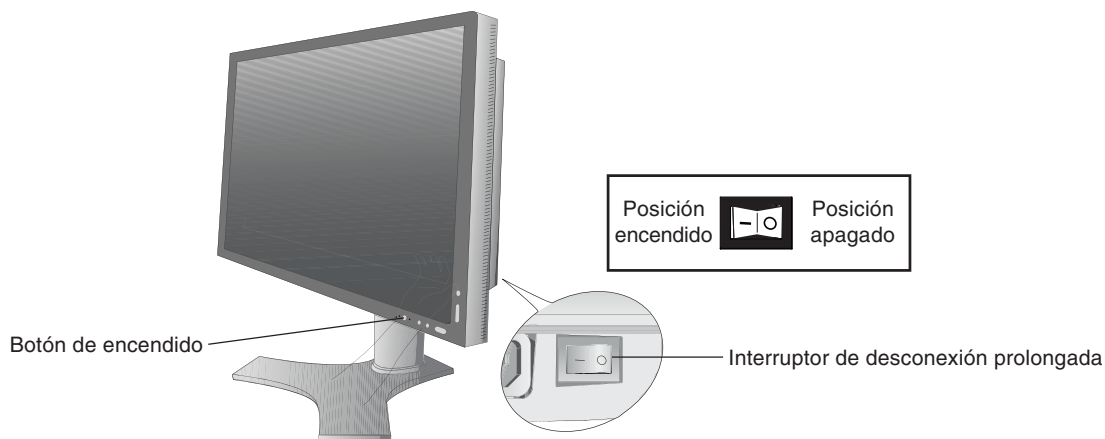

Figura E.1
9. El interruptor de desconexión prolongada que hay en la parte trasera del monitor, cerca de la entrada de CA, debe estar encendido. Encienda el monitor y el ordenador con el botón de encendido (**figura E.1**).